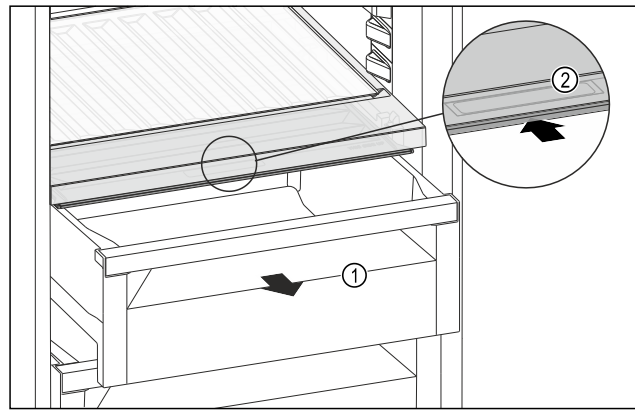

Fig. 200
- Schubfach Fig. 200 (1) herausziehen.
- Griffmulde Fig. 200 (2) am Fachdeckel anfassen und Fachdeckel gleichzeitig nach hinten schieben.